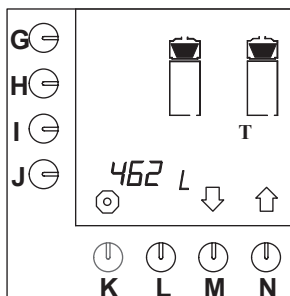

Fig. 28 Kaffebryggerens samlede tæller
- Det samlede antal liter kaffe, der er lavet i løbet af automatens levetid, kan aflæses i displayet (fig. 28).